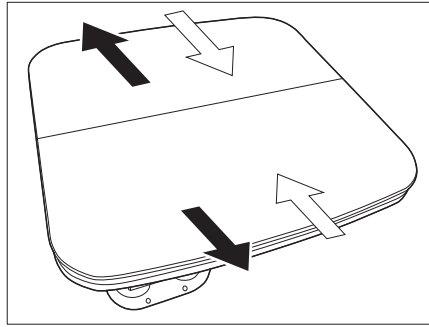

Fig. 103 Écarter l'une de l'autre les parties extérieures
- Écarter l'une de l'autre les parties extérieures de la table (Fig. 103 - flèches noires).
- Rapprocher les parties extérieures de la table (Fig. 103 - flèches blanches).